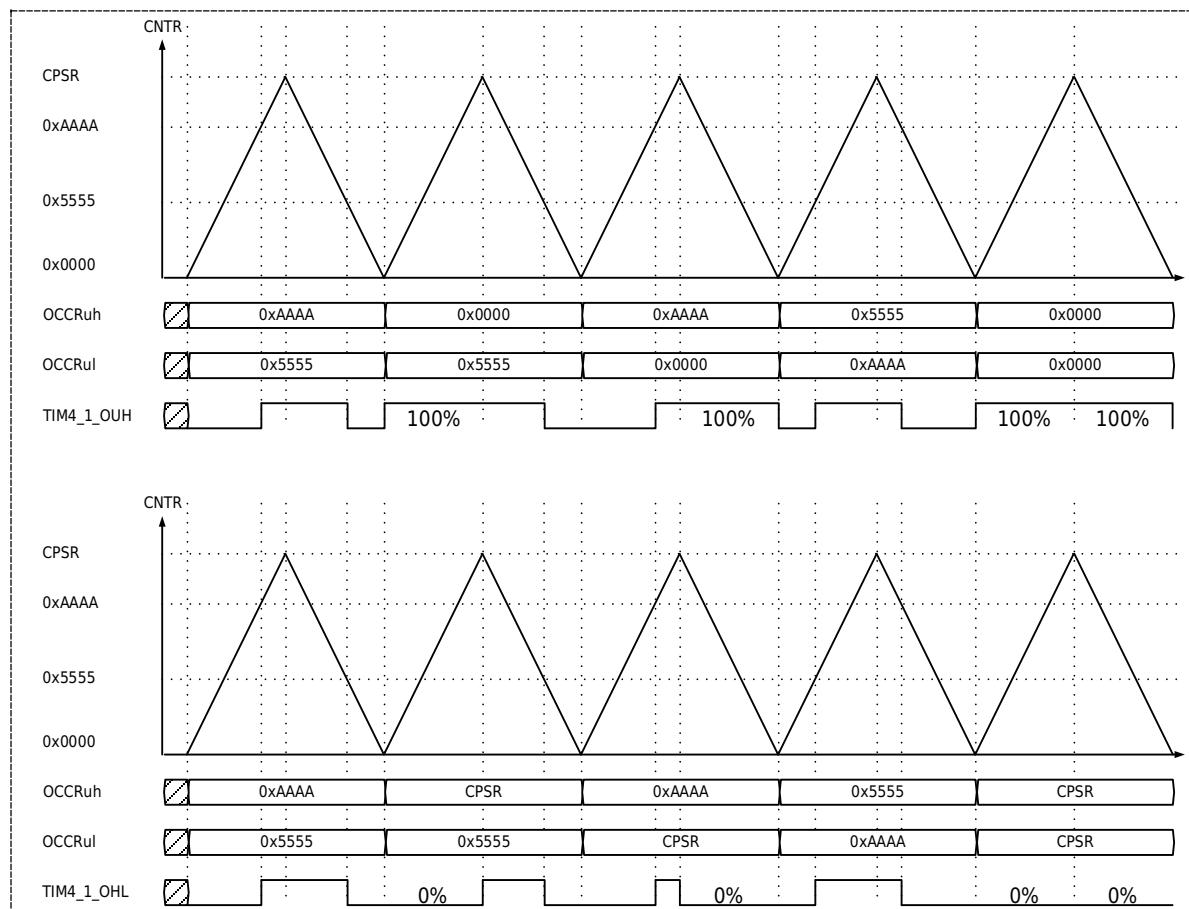

图 21-7 三角波模式波形输出例
2) 下图 21-7 是三角波计数模式下的比较输出模块的波形输出示例。